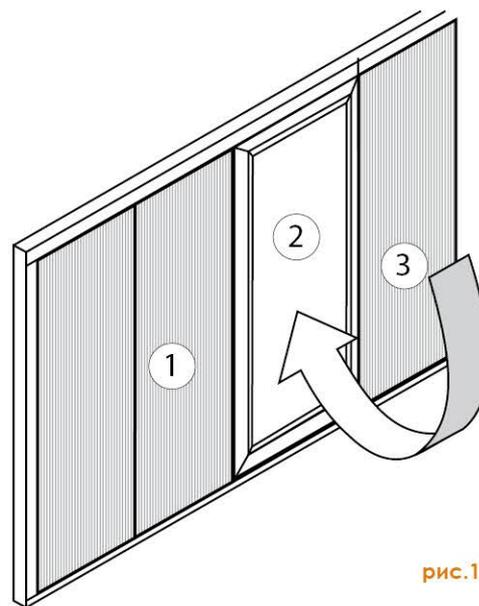

рис.14
В выбранном месторасположении открывающегося элемента (1) (проверьте, что ничего ему не мешает открываться должным образом) установите стационарную раму открывающегося блока (2), проверяя уровень и выравнивая при необходимости. (рис.14).